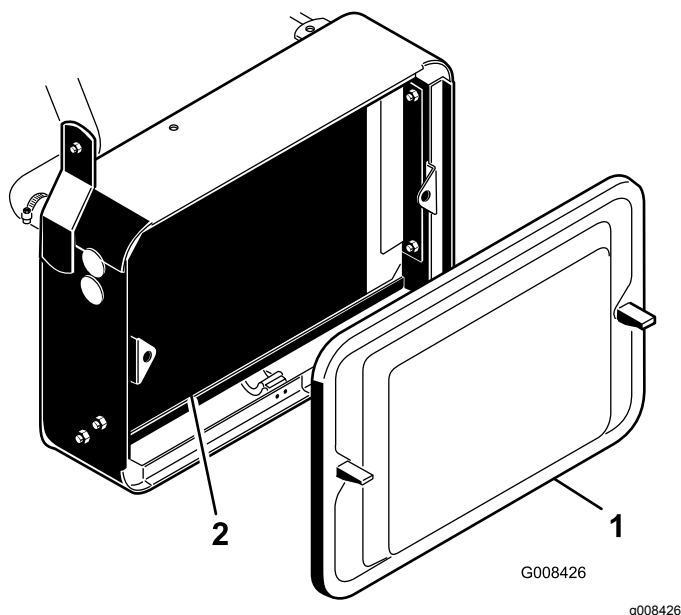

Figura 43
1. Rimuovete la griglia del radiatore (Figura 43).